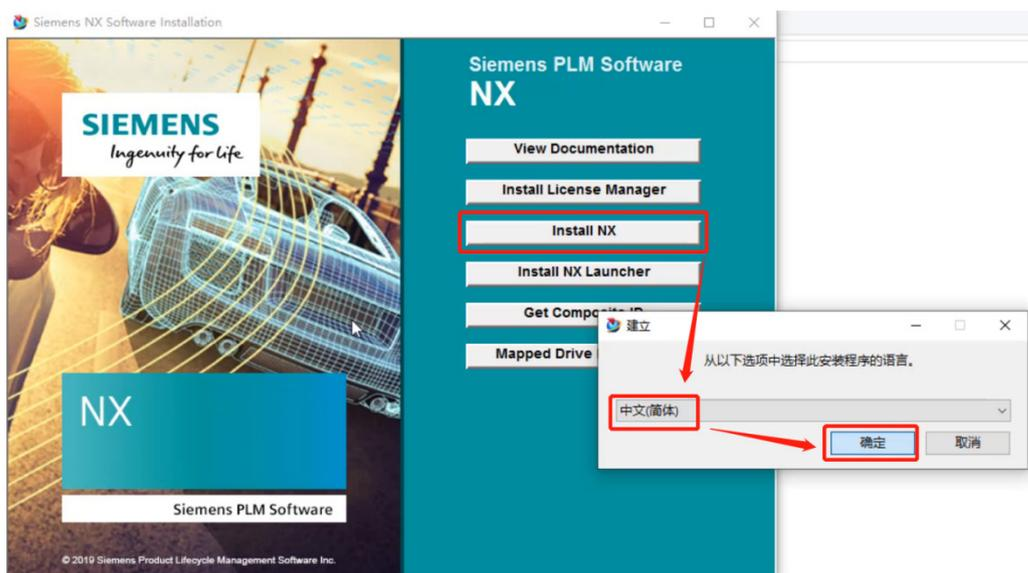

图 1-2 选择安装程序语言
(2) 待安装程序窗口启动后，点击“Install NX”按钮，选择安装程序的语言，点击“确定”按钮，进入安装向导，如图 1-2 所示。